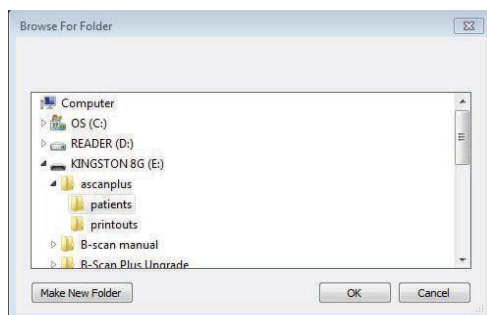

Figura 5-10: Explorador de Windows para localizar carpeta de exámenes
2. Se abrirá la ventana del explorador de Windows, como se muestra abajo en la figura 5-10. Desde el explorador, localice la carpeta donde desea almacenar nuevamente datos del examen.